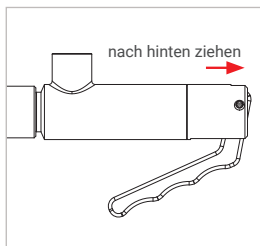

Abbildung 6
- ▶ Ziehen Sie leicht am Adapter (Roter Pfeil *Abbildung 6*) entgegen der Anschlussrichtung um sicherzustellen, dass der Adapter richtig angeschlossen ist.